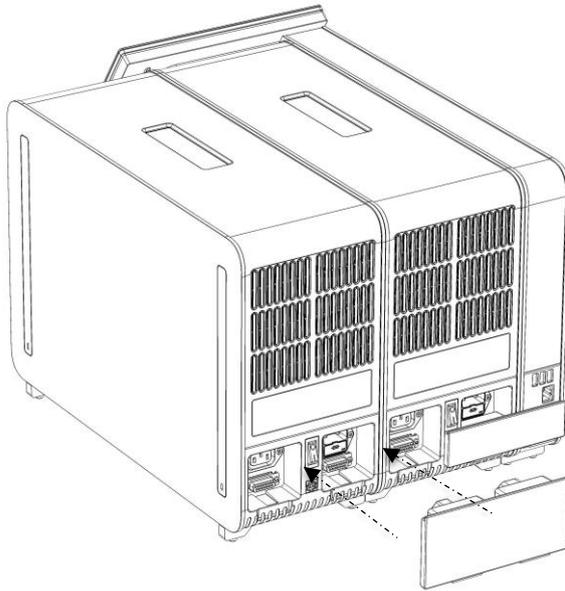

Figura 18. Conexión del puente del módulo analítico/analítico.
6. Conecte el puente del módulo analítico/analítico en la parte posterior del QIAstat-Dx Analyzer 1.0 para enlazar los dos módulos analíticos (figura 18, siguiente página).